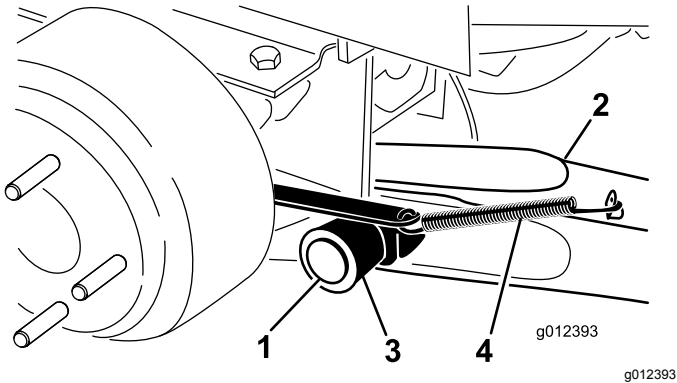

Figura 4
- Monte um braço de elevação no apoio da articulação com um pino de articulação e um perno de gancho (Figura 4). Monte o braço de elevação com a dobra posicionada para fora.
- Coloque mola de retorno do travão na patilha no braço de elevação (Figura 4).